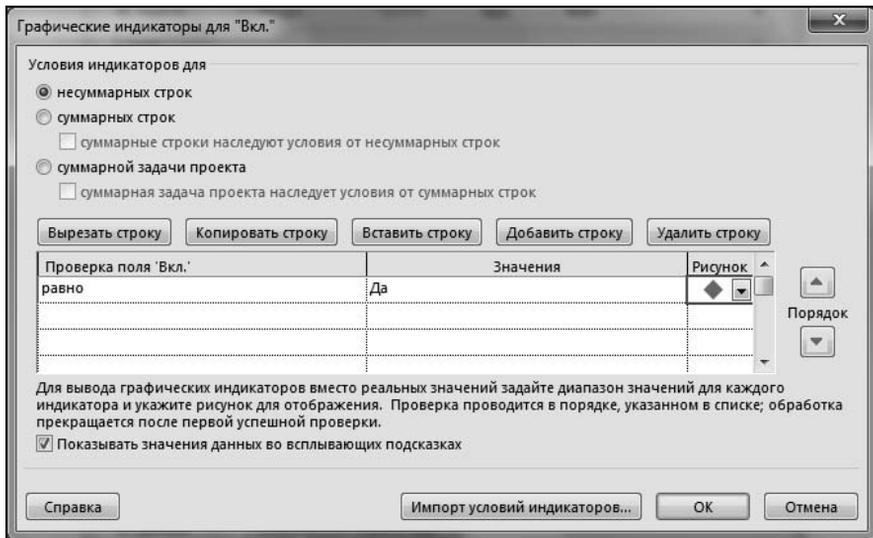

Рис. 7.16. Окно форматирования графических индикаторов для поля Вкл. в план
7. В ячейке **Рисунок** этой же строки следует в связанном с ней списке выбрать вид графического индикатора (в данном случае выбран красный ромб). Внешний вид сформированного окна **Графические индикаторы** для "Вкл. в план" показан на рис. 7.16.